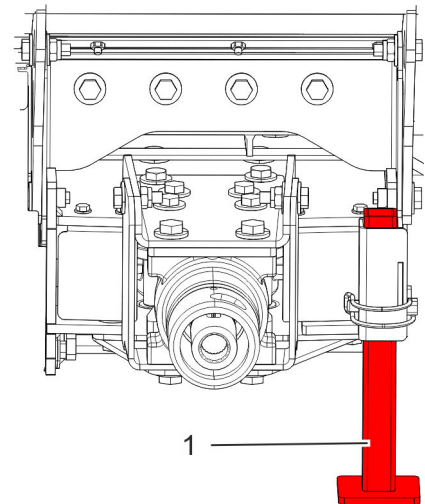
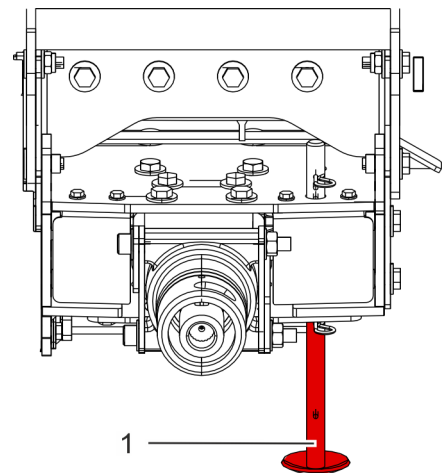

Abb. 34: Abbaustütze ab Seriennr. XQ1000 und XP1031
Abb. 35: Abbaustütze Seriennr. XP1000 bis XP1030
- 2.** ▶ Abbaustütze (Abb. 35, Abb. 34/1) hochschieben.
5. ▶ Abbaustütze (Abb. 35, Abb. 34/1) herunterziehen.